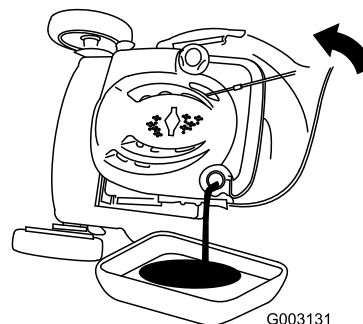

Figura 38
3. Inclinate il tosaerba sul fianco, con il filtro dell'aria in alto, per scaricare l'olio usato attraverso il tubo di riempimento (Figura 38).